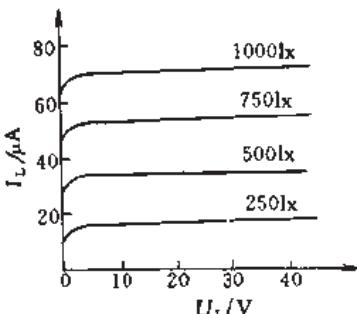

图 2.1.25 硅光电二极管输出特性曲线
(2) 输出特性曲线 硅光电二极管在一定反向工作电压下受到光照射后即可产生光电流。由图 2.1.25 可见，光电流与外加电压关系不大，只随入射光的强度呈线性变化。